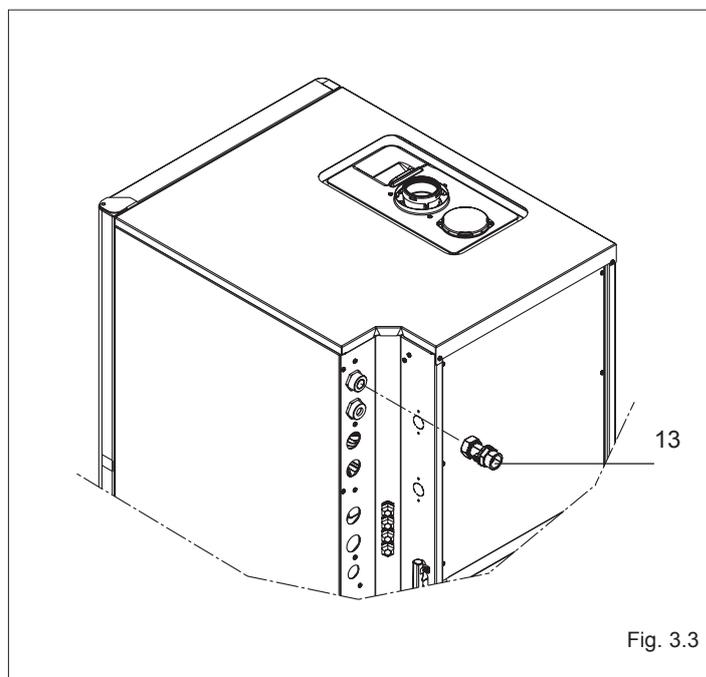

Fig. 3.3
- ⚠ Installare la valvola di non ritorno fornita in dotazione sulla mandata impianto **MI** (vedi fig. 3.3)